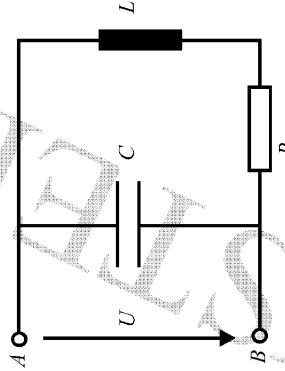

Bild 8: Schaltung eines Schwingkreises
- Abbildung 8 zeigt einen Schwingkreis mit einer Spule L , einem Wirkwiderstand R und einer dazu parallel geschalteten Kapazität C . Der Widerstand R weist thermisches Rauschen auf.